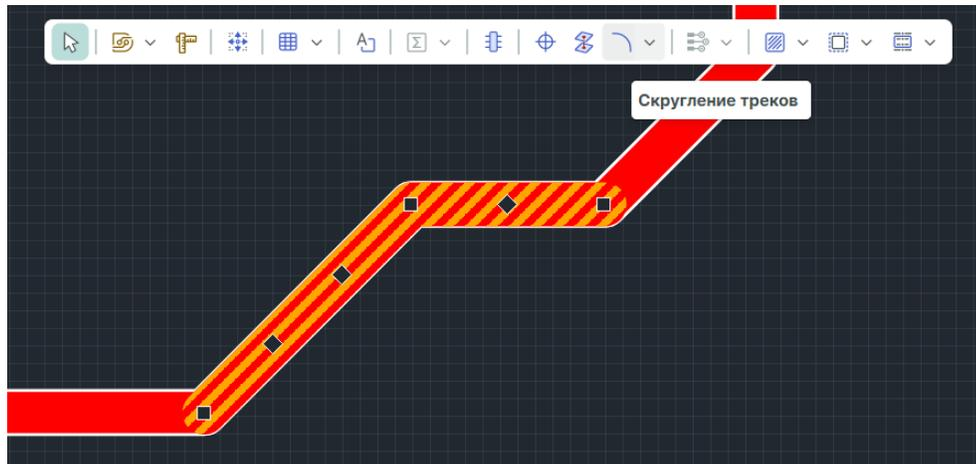

Рис. 290 Применение инструмента к выбранным сегментам
2. Примените инструмент «Скругление треков», см. Рис. 290.